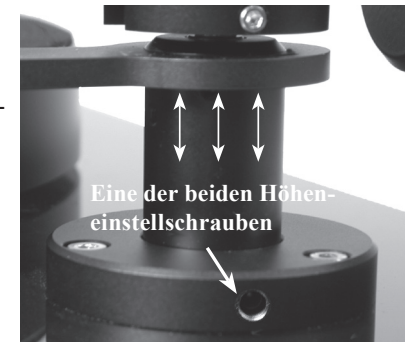

Abbildung 25
- Befreien Sie den Tonarm von der Ruhehalterung, setzen ihn auf eine Schallplatte auf und prüfen, ob der Tonarm parallel zur Oberfläche der Schallplatte ist. Siehe Abbildung 25. Bei parallelem Tonarm ist keine Einstellung erforderlich und Sie können mit "Einstellen des Auflagekraftdruckes" fortfahren. Wenn der Tonarm nicht parallel ist, stellen Sie bitte fest, ob der Tonarm höher oder tiefer gestellt werden muss.